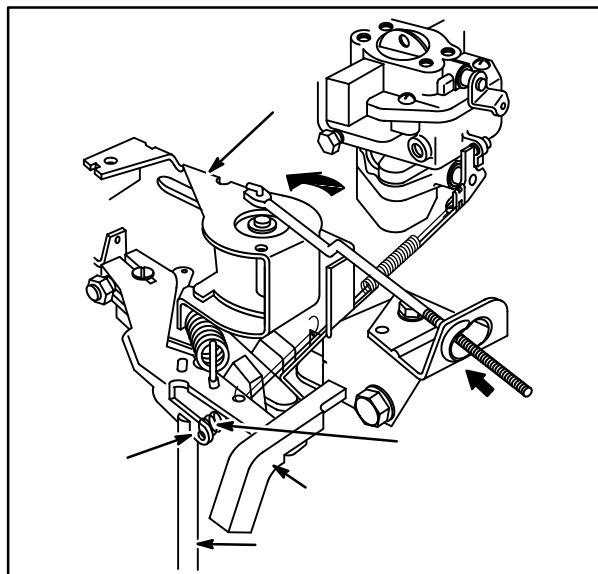

Fig. 39
3. Gire o pivô de controle do regulador (1) no sentido anti-horário até o fim do curso, **Fig. 39**.
4. Instale o indicador de ajuste **19385** (3), com a ranhura sobre a extremidade da alavanca do regulador e a extremidade plana da ferramenta contra a fixação do controle do regulador conforme mostrado na **Fig. 39**.
5. Segure o medidor na posição e flexione a lingüeta (5) com a Chave do acoplador **19352** (4) para que toda a parte solta do cabo seja removida da mola do regulador secundária (2) entre os dois pontos de fixação, **Fig. 39**. **NÃO ESTIQUE A MOLA**.